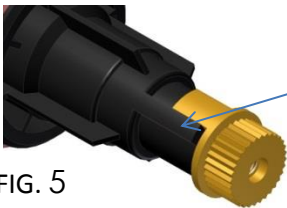

FIG. 5
1. Tournez la poignée au réglage de la température maximale, dans le sens antihoraire (figure 5). Mesurez la température de l'eau au moyen d'un thermomètre.